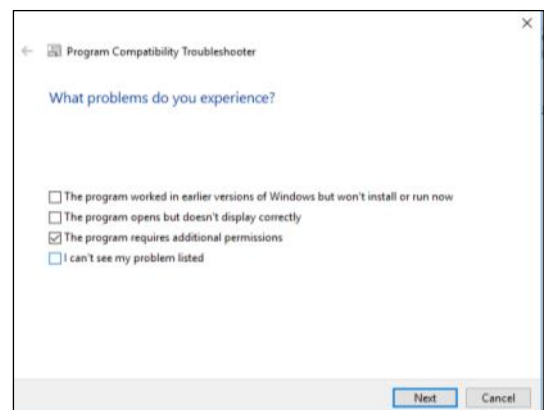

Fig. 2.11
- Seleccione **The program requires additional permissions** (El programa requiere permisos adicionales) y haga clic en Next (Siguiente) (Fig. 2.11).